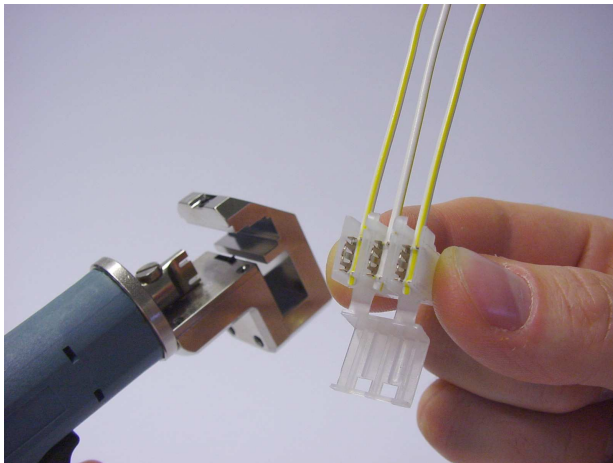

Abbildung 4
**4.** Schritt 2 und 3 werden wiederholt bis die gewünschten Kontaktkammern bestückt sind. Zum Schluss kann der Steckverbinder mit den angeschlagenen Kabeln entnommen werden (siehe Abbildung 4).